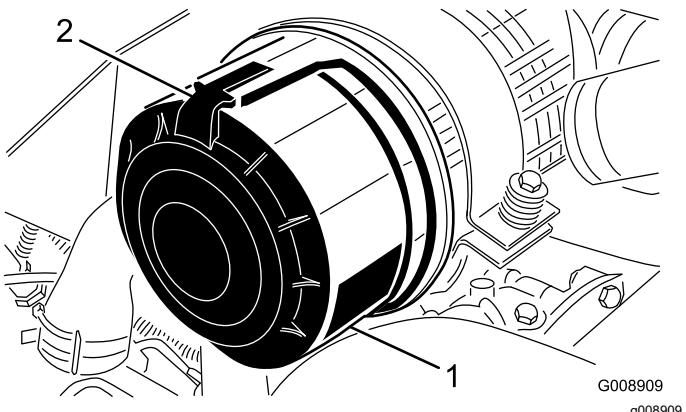

Figure 58
- Desserrez les attaches qui fixent le couvercle sur le boîtier du filtre à air (Figure 58).